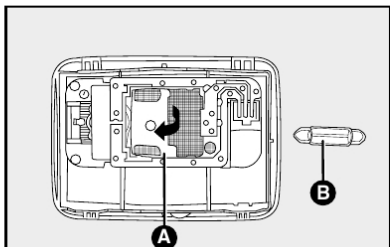

fig. 60
5) abrir a tampa **A-fig. 60** no sentido indicado pela seta;
6) retirar a lâmpada **B-fig. 60** e substituí-la;